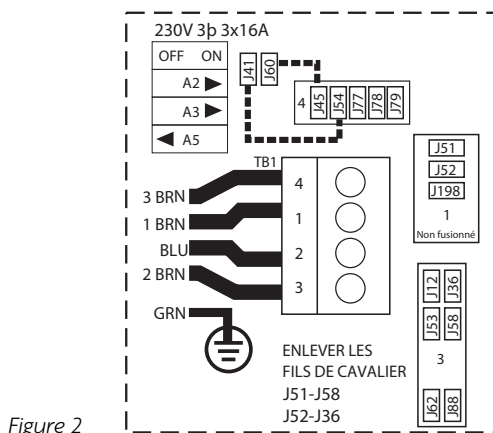

Figure 2
2. Réinstallez seulement les cavaliers comme indiqué par les lignes pointillées sur la Figure 2.